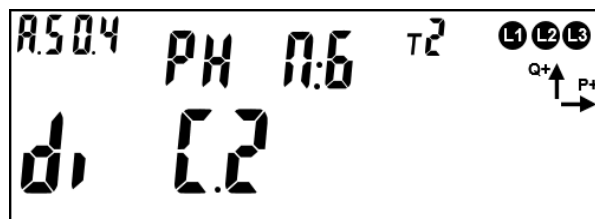

Рисунок 146 – РУН в состоянии «разомкнуто»
- Вариант 2: (см. рисунок 146)
6.8.8.6 На ЖКИ кадре отображено (см. рисунок 146):